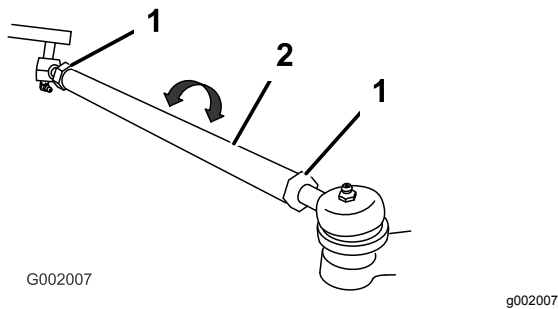

Bild 46
5. Wenn der Wert nicht im angegebenen Bereich liegt, lösen Sie die Klemmmuttern an beiden Ende der Spurstangen (Bild 46).